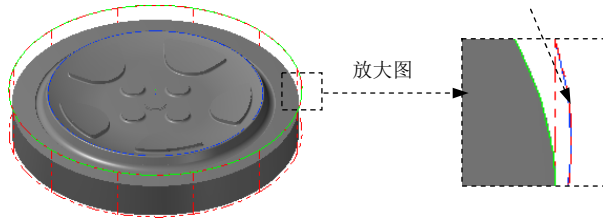

图 15.23 选取切削范围边线
(2) 单击“刀具路径的曲面选取”对话框的 **Containment boundary** 区域中的 **✎** 按钮, 系统弹出“串连选项”对话框, 采用“串联方式”选取图 15.23 所示的边线。单击 **✓** 按钮, 系统返回至“刀具路径的曲面选取”对话框。
(3) 单击 **✓** 按钮, 系统弹出“曲面精加工平行铣削”对话框。